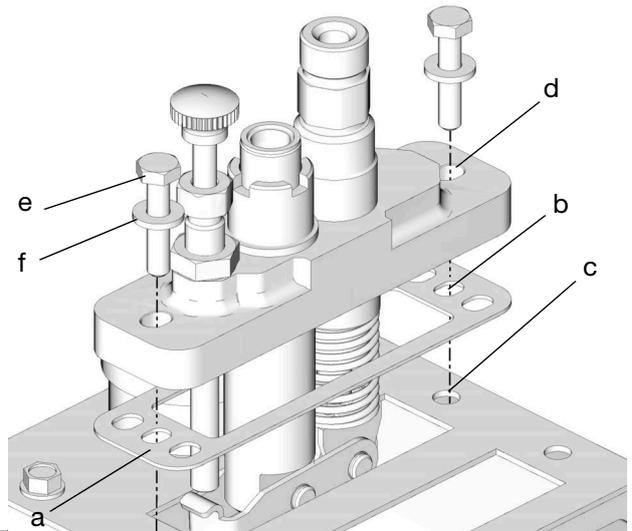

图 1
2. 将垫圈 (a) 与储液罐盖顶部的开口对齐，确保垫片两端的孔 (b) 与储液罐盖上的安装孔 (c) 匹配 (图 1)。
- 将泵两端的孔 (d) 与储罐盖上的安装孔 (c) 对齐，将泵安装到储罐上（图 1）。